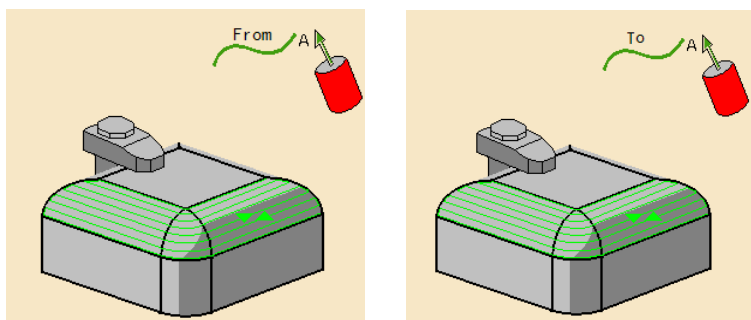

图 5-132 反转刀轴方向 (2)
● 反转刀轴方向 (2)。单击“From”，将“From”改变成“To”，反转刀轴方向，如图 5-132 所示。